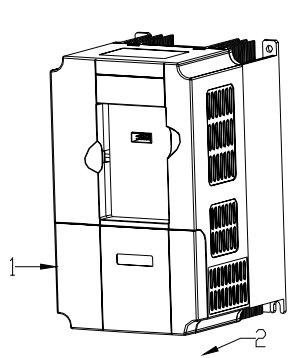

图 3-3 盖板的拆卸
按图 3-3 中 1 方向用力压盖板左右两侧的同时，按 2 方向抬起盖板。
- (1) 接线前，确保已完全切断电源 10 分钟以上，否则有触电危险。
- (2) 严禁将电源线与变频器的输出端 U、V、W 连接。
- (3) 变频器本身机内存在漏电流，为保证安全，变频器和电机必须安全接地，接地线一般用线径为 3.5mm² 以上铜线，接地电阻小于 10 Ω。
- (4) 变频器出厂前已通过耐压试验，用户不可再对变频器进行耐压试验。
- (5) 变频器与电机之间不可加装电磁接触器和吸收电容或其它阻容吸收装置，如图 3-3。
- (6) 为提供输入侧过电流保护和停电维护的方便，变频器应通过中间断路器与电源相连
- (7) 继电器输入输出回路的接线 (DI1~DI8、DO1、DO2、DO3)，应选用 0.75mm² 以上的绞合线或屏蔽线，屏蔽层一端悬空另一端与一端与变频器的 COM 端子相连，接线长度小于 50m。